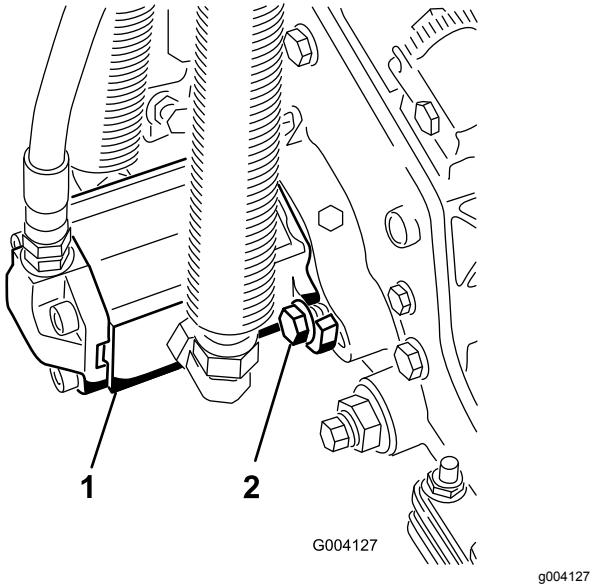

Рисунок 14
- Установите двигатель, повернув его по часовой стрелке, чтобы фланцы двигателя не закрывали болты (Рисунок 14). Поверните двигатель против часовой стрелки, пока фланцы не окружат болты, затем затяните болты.